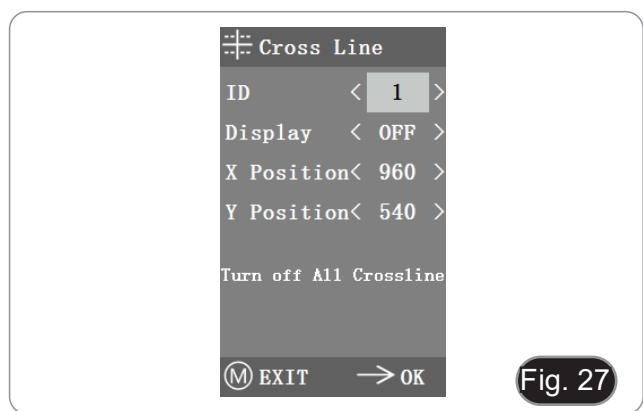

Fig. 27
- Entre no menu das Linhas Cruzadas. (Fig. 27)